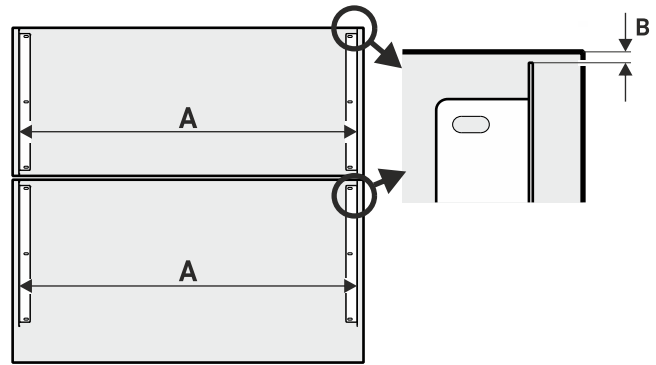

Fig. 37
- Befestigungswinkel unter Berücksichtigung von Abstand Fig. 37 (A) und Abstand Fig. 37 (B) montieren.